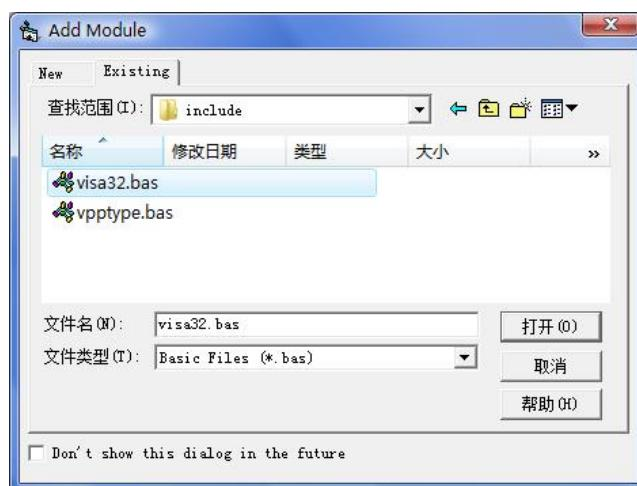

图 4-2-1
2. 打开 Project->Add Module 的 Existing 选项卡，打开 NI-VISA 安装路径下 C:\Program Files\IVI Foundation\VISA\WinNT\include 文件夹中的 visa32.bas 文件并添加。如图 4-2-1 所示。